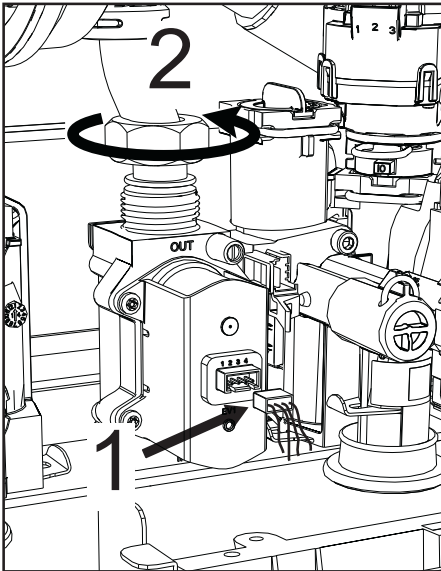

fig. 43
- Deconectați conectoarele electrice „1” (fig. 43).
- Deconectați furtunul de alimentare cu gaz „2” (fig. 43)